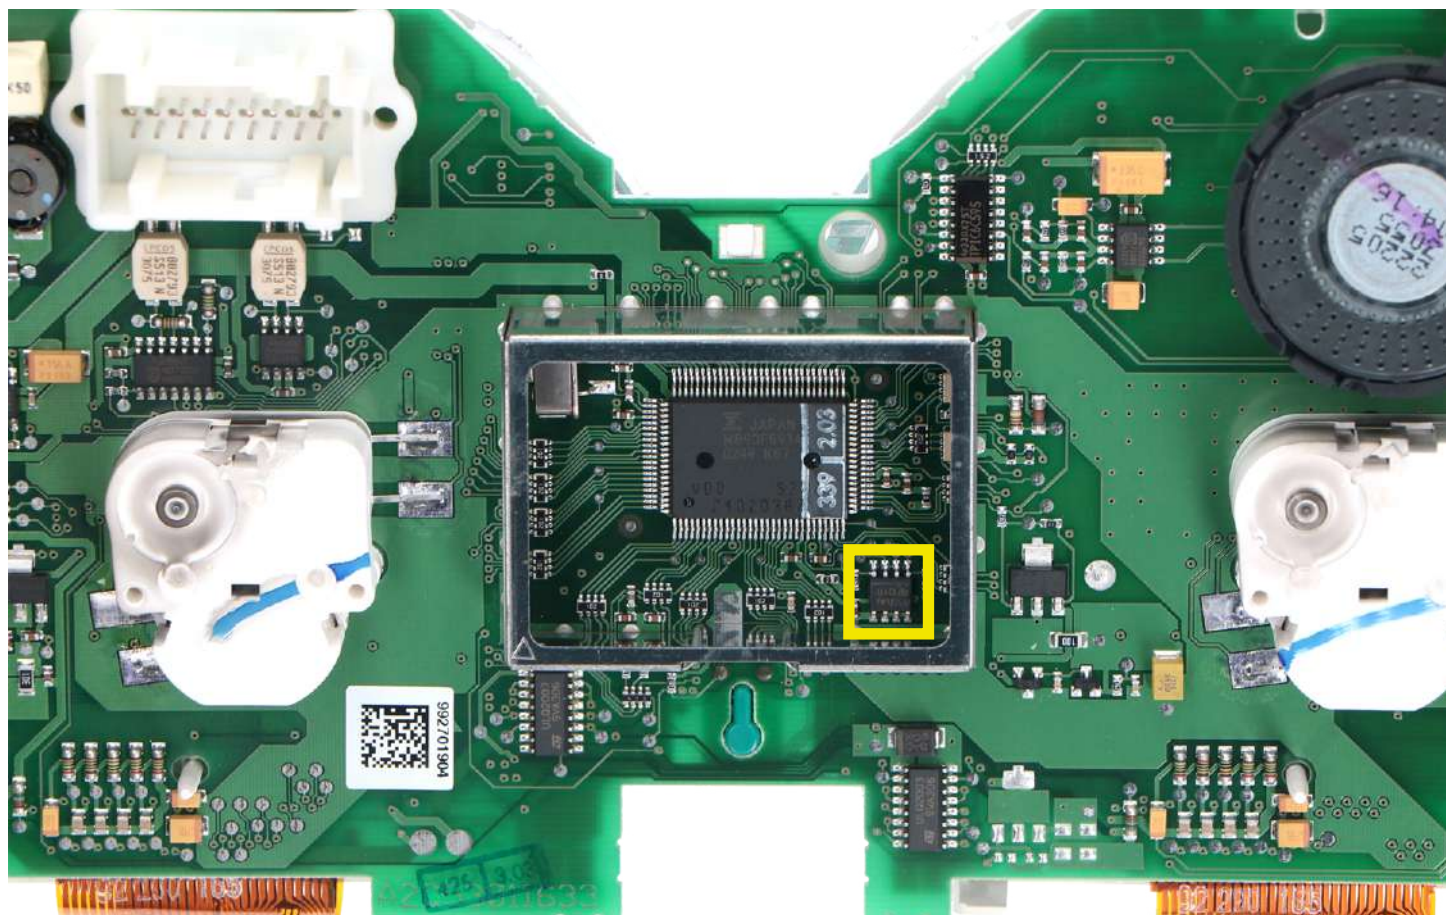

Figura 2
Rimuovere la schermatura metallica presente sul retro del PCB e identificare la EEPROM presente all'interno (vedi figura 2).
- Dissaldare ed effettuare un backup della EEPROM 93C86 (evidenziata in figura 2 a pag.1), presente all'interno della schermatura metallica sul retro contachilometri.
- Dissaldare ed effettuare un backup della EEPROM 24C16 (evidenziata in figura 2 a pag.1), presente all'interno della schermatura metallica sul retro contachilometri.